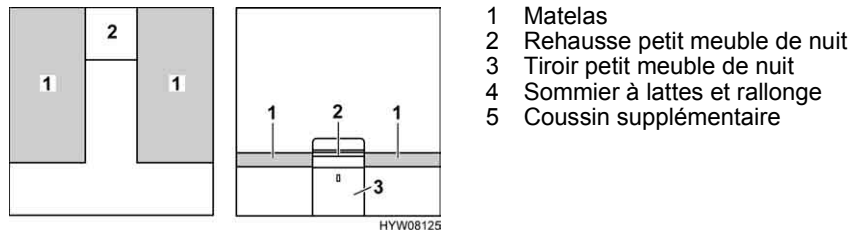

Fig. 113 Avant la transformation
- Retirer la rehausse du petit meuble de nuit (Fig. 113,2) et la mettre de côté.